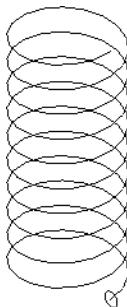

图 7-16 创建扫描实体实例
- 01 在“文件”工具栏中单击“打开文件”按钮√，打开如图7-16所示的图形。